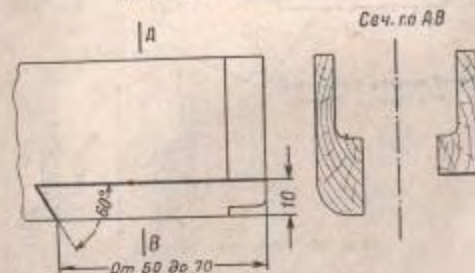

Рис. 65. Разделка пазы для вклейки
(1) При наличии трещины или откола передней нижней части щек ложки на длине до 70 мм разделить паз для вклейки (рис. 65),